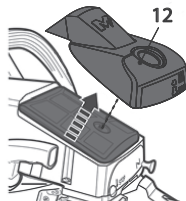

Fig. 52
- > Sortez le filtre à air [14] (Fig. 52) et séparez les deux moitiés.